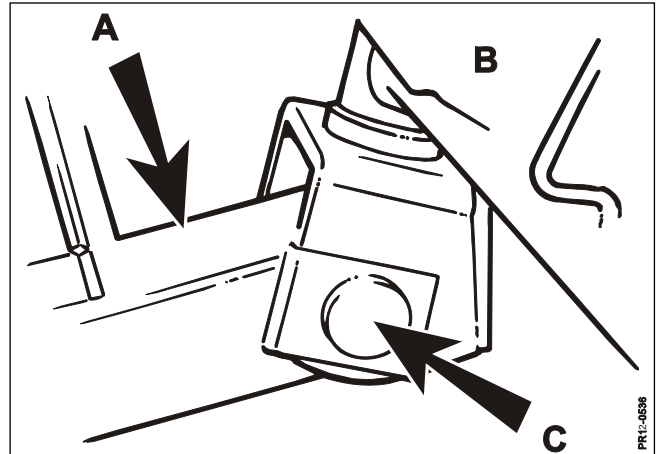

Fig. 1-2
- Fig. 1-2:** Toprammen B fastgøres til udliggerbommen A med tappen C.